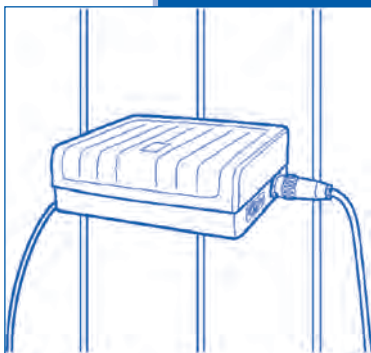

Figura 2
- Fissate la scatola di comando al muro (Figura 2).